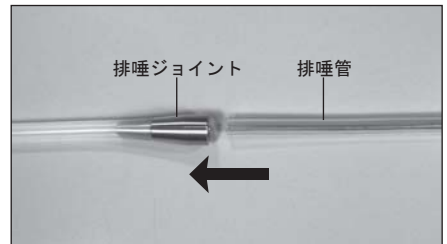

図 8
- 1) 排唾ジョイントに排唾管を突き当たるまで押し込みます。(図 8)